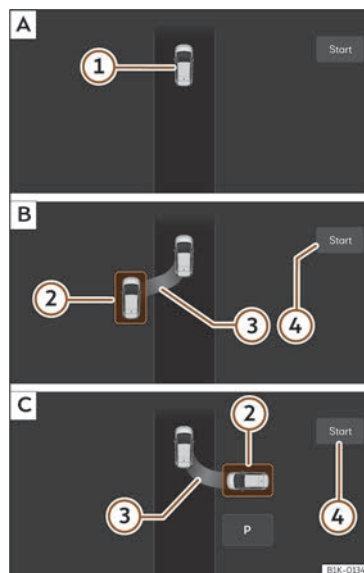

Fig. 145 Na pantalla do sistema de infotainment. **A**: Buscar un oco de estacionamento. **B**: Posición para aparcar en liña. **C**: Posición para aparcar en batería.
• Mire na visualización da pantalla do sistema de infotainment se se detectou o espazo como “axeitado” e se acadou a posición correcta para aparcar >>> **fig. 145** **B** ou **C**. Pare o vehículo, siga as instrucións amosadas no infotainment.
• Deteña o vehículo, pise o freo e, tras unha breve pausa, prema a tecla **Iniciar** ④ no sistema de infotainment.